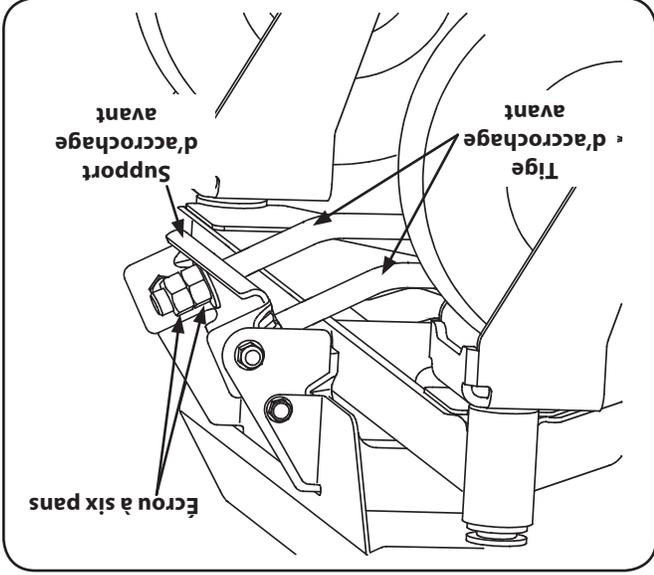

Figure 6-6
5. À l'avant du tracteur, desserrez les écrous extérieurs sur la tige d'accrochage avant et tournez-les dans la direction opposée aux écrous intérieurs. Voir la Figure 6-6.